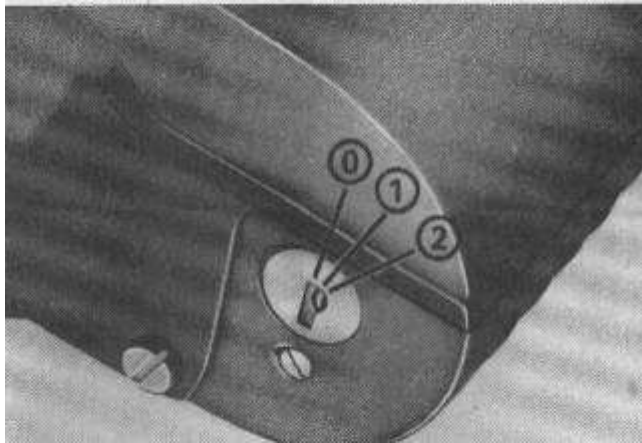

Bild 7. Zündlichtschalter
Zündung einschalten (Bild 7) und Leergang einlegen (Sicherheitsschaltung); Druckknopf (1) des Anlassertasters betätigen bis Motor anspringt (höchstens jedoch 5 s), dann sofort wieder loslassen; Bei erfolglosem Startversuch, diesen nach 10 s Pause wiederholen; Bei Temperaturen unter - 5 °C empfehlen wir, die Startbetätigung mittels Kickstarter vorzunehmen; Die Betätigung des Startvergasers und des Gasdrehgriffes erfolgt analog, wie in Abschnitt 3.2. beschrieben ist.